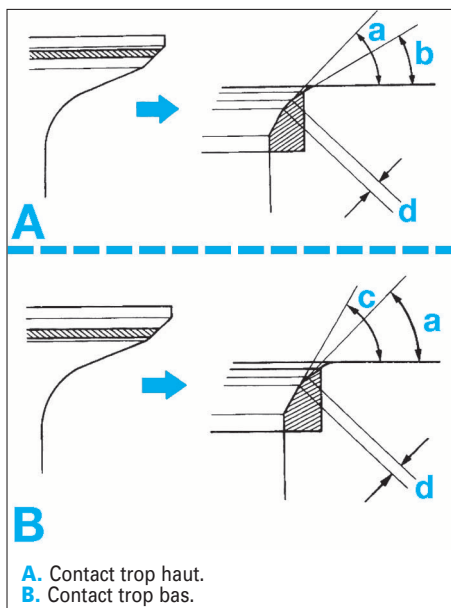

FIG. 3
* Admission : Si le contact s'effectue trop haut sur la portée de la soupape, employé des fraises à 30° et 45° pour rectifier le siège ; si au contraire il se situe trop bas, utiliser des fraises à 60° et 45° (fig. 3).
Échappement : Si le contact s'effectue trop haut sur la portée de la soupape, employé des fraises à 30° et 45° pour rectifier le siège ; si au contraire il se situe trop bas, utiliser des fraises à 75° et 45° (fig. 3).